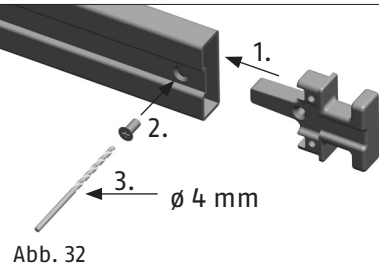

Abb. 32
1. Beim Einsatz von PSB2700 zunächst den Kunststoffstopfen aus dem Riegelrohr entnehmen (ggf. mit Schraubendreher durch das kleine Loch hebeln / Abb. 31). Riegelabschlusstück für Sperrbügelfunktion einsetzen und mit selbstschneidender Schraube 5 x 12 aus dem PSB2700-Set maximal fest andrehen. Kreuzschlitz der Schraube mit HSS-Bohrer \varnothing 4 mm ausbohren (Abb. 32) und die Lochkontur mit z.B. Lackstift oder Fett versehen (Korrosionsschutz).